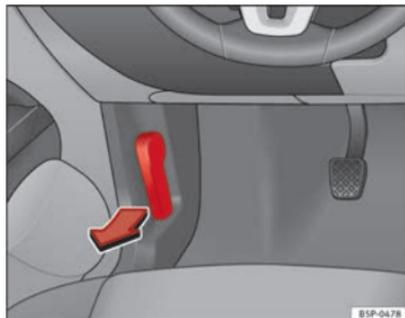

Abb. 164 Ausschnitt aus dem Fußraum auf der Fahrerseite: Entriegelungshebel für die Motorraumklappe
- Ziehen Sie den Hebel unter der Instrumententafel ⇒ Abb. 164 in Pfeilrichtung. Die Motorraumklappe wird durch Federwirkung entriegelt ⇒ ⚠.